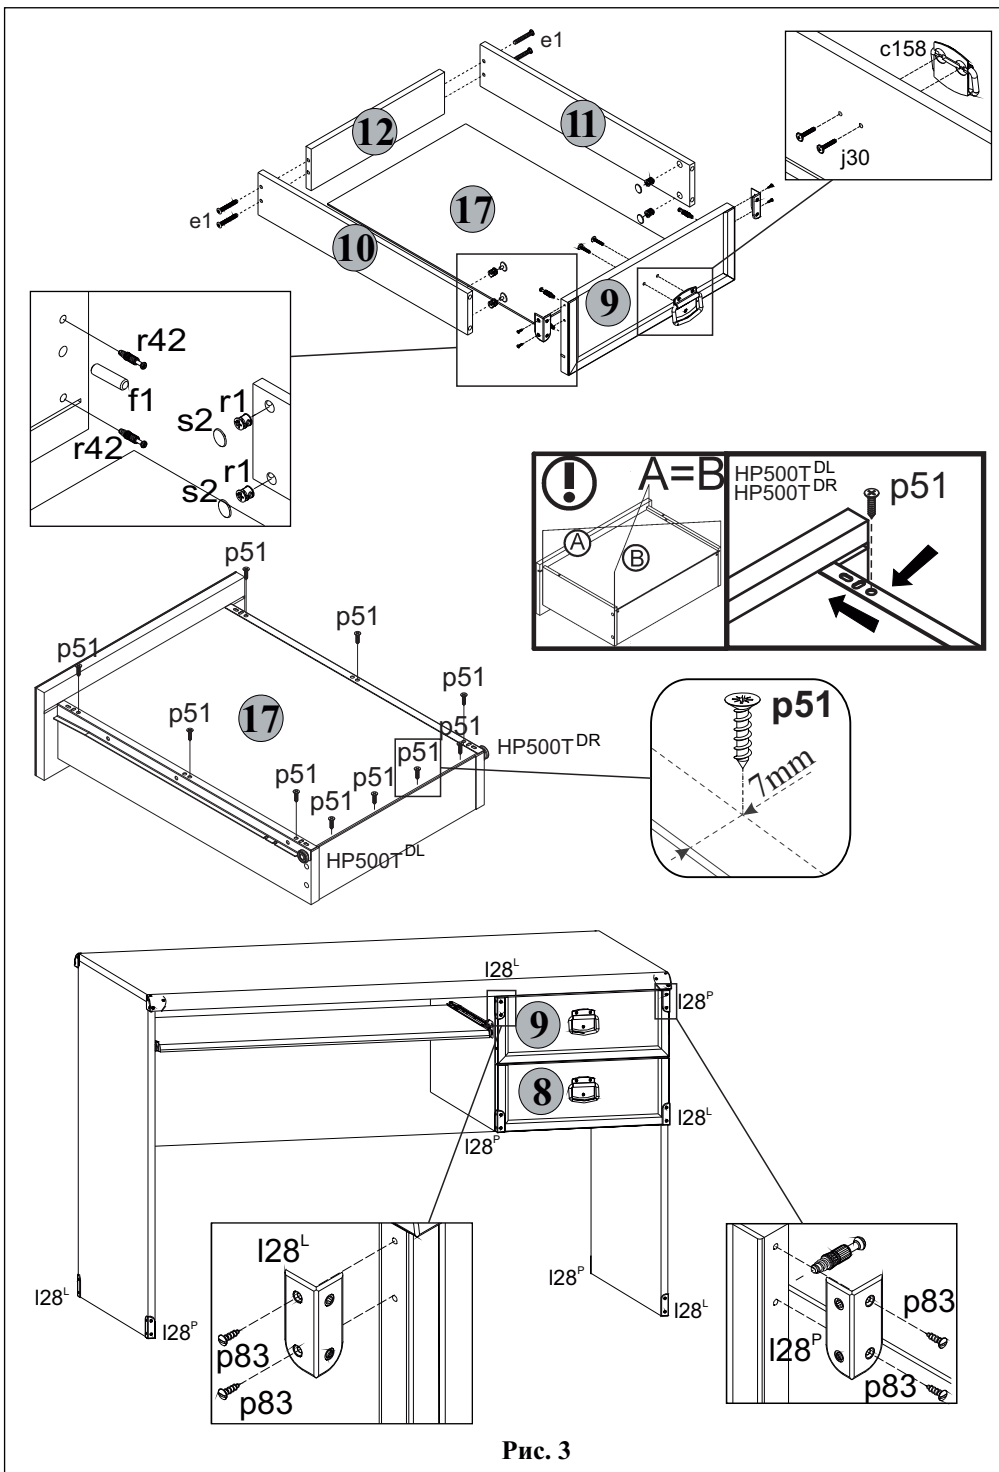

Рис. 3
5.14 В отверстия диаметром **15 мм** на внутренних поверхностях стенок боковых **10** и **11** корпусов выдвижных ящиков вставить стяжки эксцентриковые **г1** (см.рис.3).
5.15 В отверстия диаметром **5 мм** на внутренних поверхностях панелей передних **8** и **9** ящиков выдвижных с помощью крестообразной отвертки вкрутить винты стяжки **г42** (см.рис.3).
5.17 Соединить панели передние **8** и **9** с корпусом ящика выдвижного и затянуть стяжки эксцентриковые **г1**, пользуясь специальным ключом **z1**. Закрыть стяжки эксцентриковые заглушками **s2** (см.рис.3).